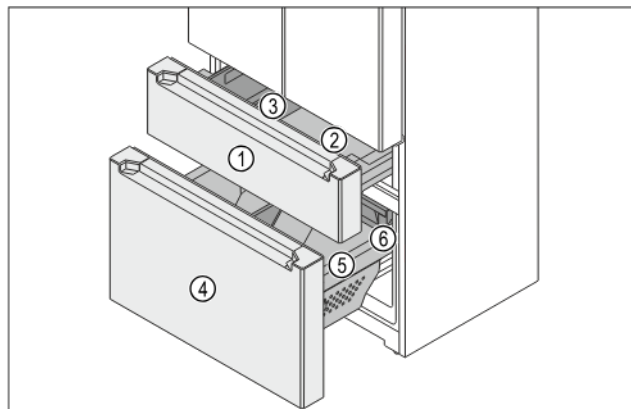

Fig. 149 Wózki wysuwane zamrażalki
(3) FlexBox
(6) Szuflada
Zamrażarka składa się z dwóch wózków wysuwanych. W górnym wózku wysuwanym Fig. 149 (1) znajduje się pojemnik Fig. 149 (2) oraz FlexBox Fig. 149 (3). W dolnym wózku wysuwanym Fig. 149 (4) znajduje się duży pojemnik Fig. 149 (5) oraz szuflada Fig. 149 (6). Pojemniki można wyjąć z górnego i dolnego wózka wysuwanego w celu wyczyszczenia.